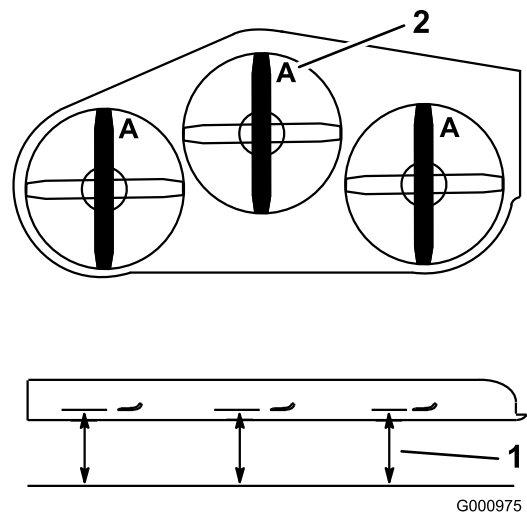

Figure 82
4. Mesurez au point **A** et entre la surface plane et le bord coupant des pointes des lames (Figure 82).